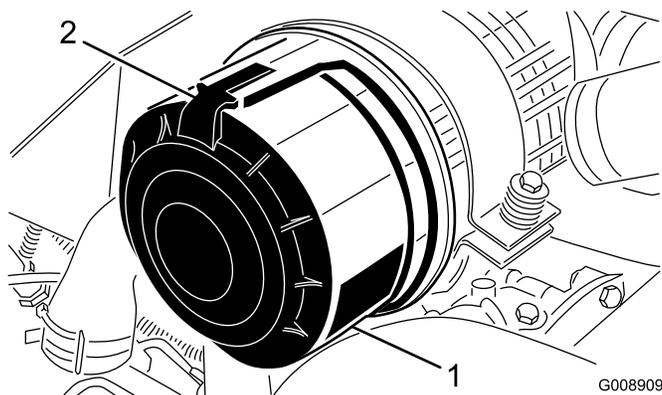

Figure 42
1. Desserrez les fixations qui maintiennent le couvercle sur le corps du filtre à air (Figure 42).